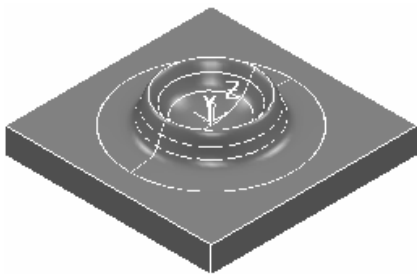

图 2-150 打开范例文件
2) 选择下拉菜单中的“文件”→“范例”命令，弹出“打开范例”对话框，选择“radius.dgk”（“随书光盘:\第2章\exercise11\uncompleted\radius.dgk”）文件，单击“打开”按钮即可，如图 2-150 所示。